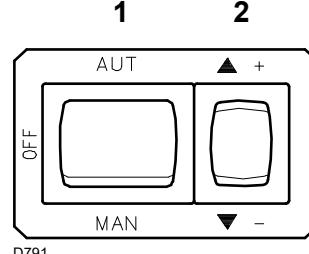
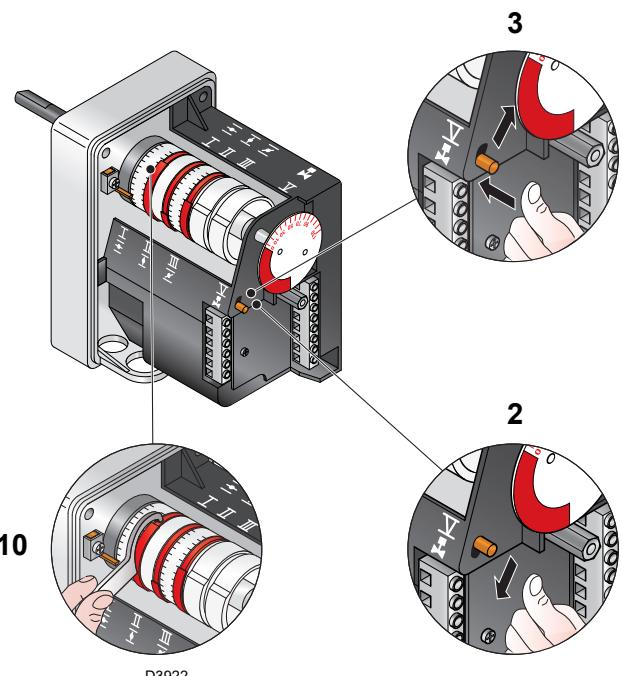

Fig. 27
Fig. 29
Cerrar los termostatos/presostatos y poner el interruptor de la Fig. 27 en la posición "MAN".
Apretar ahora el pulsador 2)(Fig. 27) "aumento de potencia" y mantenerlo apretado hasta que el servomotor haya abierto el registro del aire y la válvula de mariposa del gas.
Presionar el botón 2)(Fig. 27) "disminución de potencia" y mantenerlo apretado hasta que el servomotor haya cerrado el registro del aire y la válvula de mariposa del gas hasta 65° (ajuste de fábrica).
- Si es necesario disminuirlo, reducir un poco el ángulo de la leva III (Fig. 29) mediante cortos desplazamientos consecutivos, es decir, pasando del ángulo 65° a 63° - 61°
- Si se desea aumentarlo, pulsar un poco el pulsador "aumento de potencia" 2)(Fig. 27) (abrir de 10-15° la válvula de mariposa del gas), aumentar el ángulo de la leva III (Fig. 29) mediante cortos desplazamientos consecutivos, es decir, pasando del ángulo de 65° a 67° - 69°....
pulsar un poco el botón "aumento de potencia" 2)(Fig. 27) para que el servomotor gire aproximadamente 15°. Regular los tornillos hasta obtener una combustión óptima. Proceder del mismo modo con los demás tornillos. Prestar atención para que la variación del perfil de la leva sea progresiva.
Apagar el quemador mediante del interruptor 1)(Fig. 27), posición OFF, desbloquear la leva 4 del servomotor, presionando y desplazando hacia la derecha el pulsador 3), y comprobar varias veces, haciendo girar con la mano la leva 4) hacia adelante y hacia atrás, que el movimiento sea suave y sin atascos.